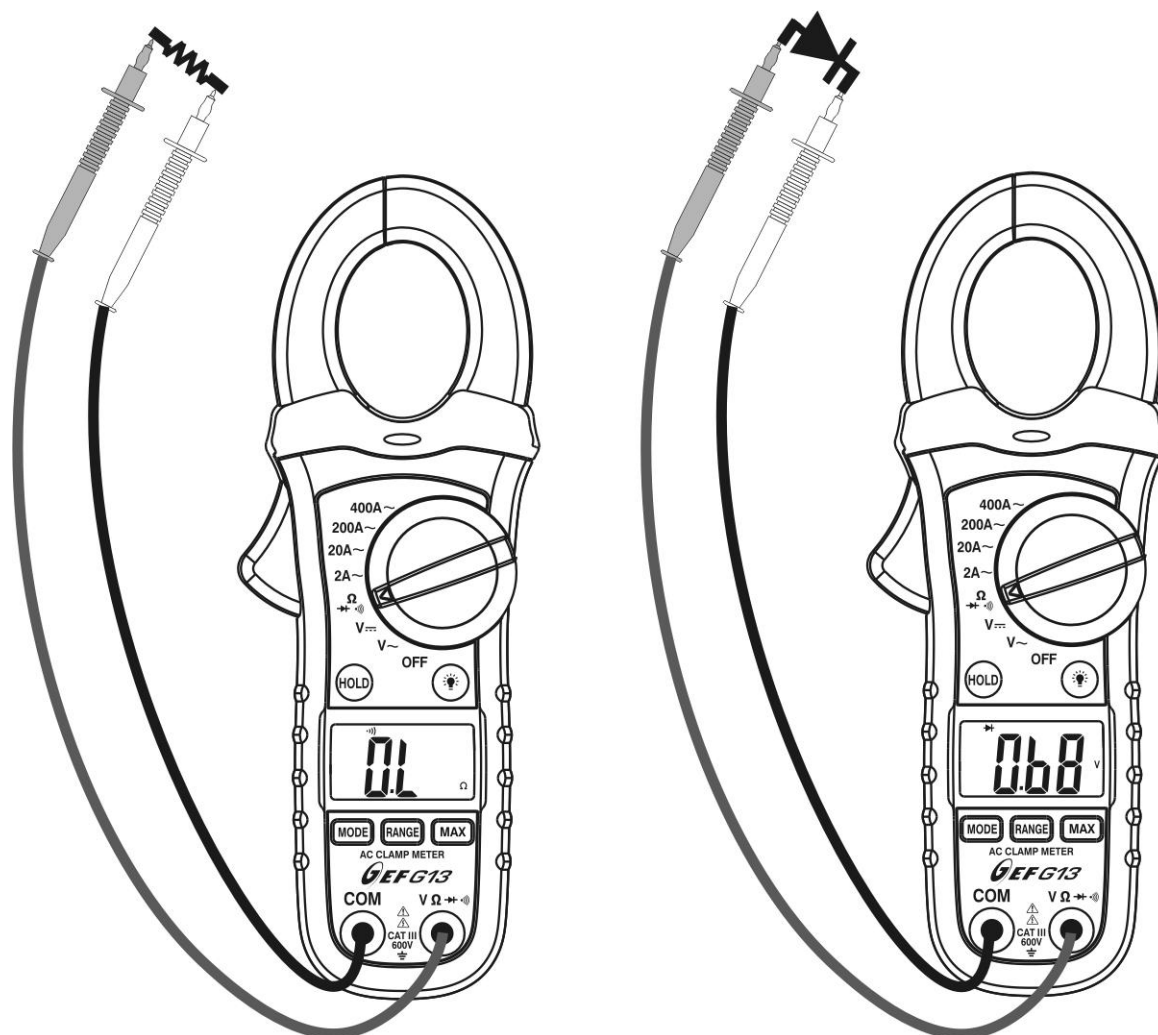

Fig. 6: Uso da pinça para efetuar Testes de Continuidade e de díodos
3. Inserir o cabo vermelho no terminal de entrada $\text{V} \rightarrow \text{---} \rightarrow \text{---}$ e o cabo preto no terminal de entrada **COM** e efetuar o teste de continuidade sobre o objeto em exame (ver Fig. 6 – parte esquerda). O sinalizador sonoro emite um sinal acústico quando o valor da resistência medido é inferior a cerca de $150 \square$.
5. Ligar a ponteira vermelha ao ânodo do díodo e a ponteira preta ao cátodo, no caso de medição de polarização direta (ver Fig. 6 – parte direita). Inverter a posição das ponteiros no caso de medição de polarização inversa